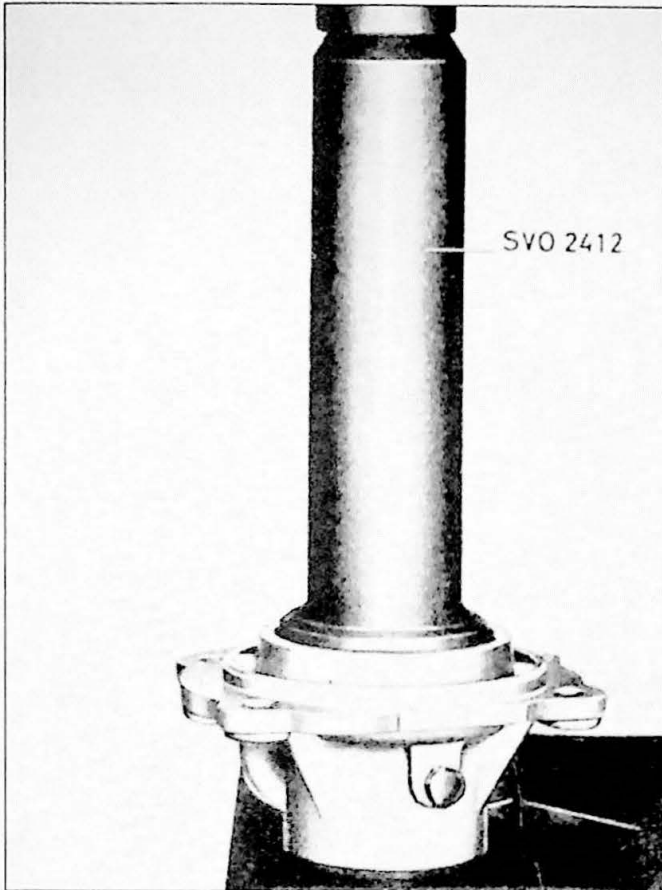
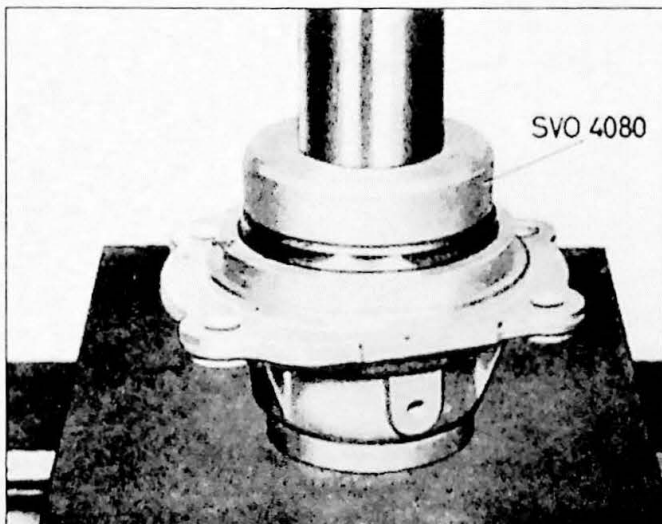

Fig. 6.10. Montage van kogellagers in achterdeksel (vroegere uitvoering)
Fig. 6.11. Montage van het kogellager in het achterdeksel (latere versie)
1. Pers het kogellager in het achterste deksel. Gebruik SVO 2412 voor de vroege uitvoering (Fig. 6.10) en SVO 4080 voor de latere uitvoeringen (Fig. 6.11). Monteer de borgring. Borgringen zijn er in verschillende dikten. Kies een borgring die de groef van de borgring geheel opvult.
1. Pers het kogellager in het achterdeksel. Gebruik SVO 2412 voor de vroegere uitvoering (Fig. 6.10) en SVO 4080 voor de latere uitvoering (Fig. 6.11). Monteer de borgring. Kies de juiste maat.